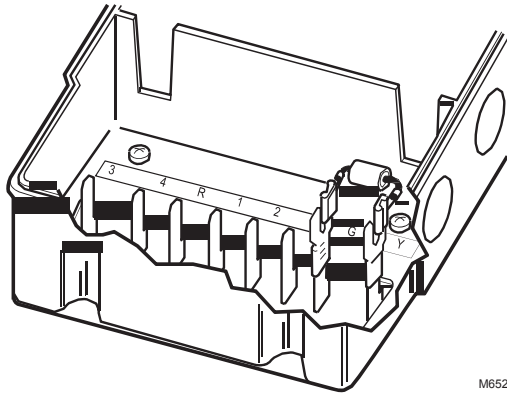

Fig. 13. Comment fixer une résistance de shunt aux servomoteurs TRADELINE.
- L'asservissement d'un servomoteur de série 90 requiert une résistance de rétroaction de la course complète de 142 ohms. Sélectionner et fixer la résistance de shunt qui convient entre les bornes Y et G (voir le Tableau 2 et la Fig. 13).